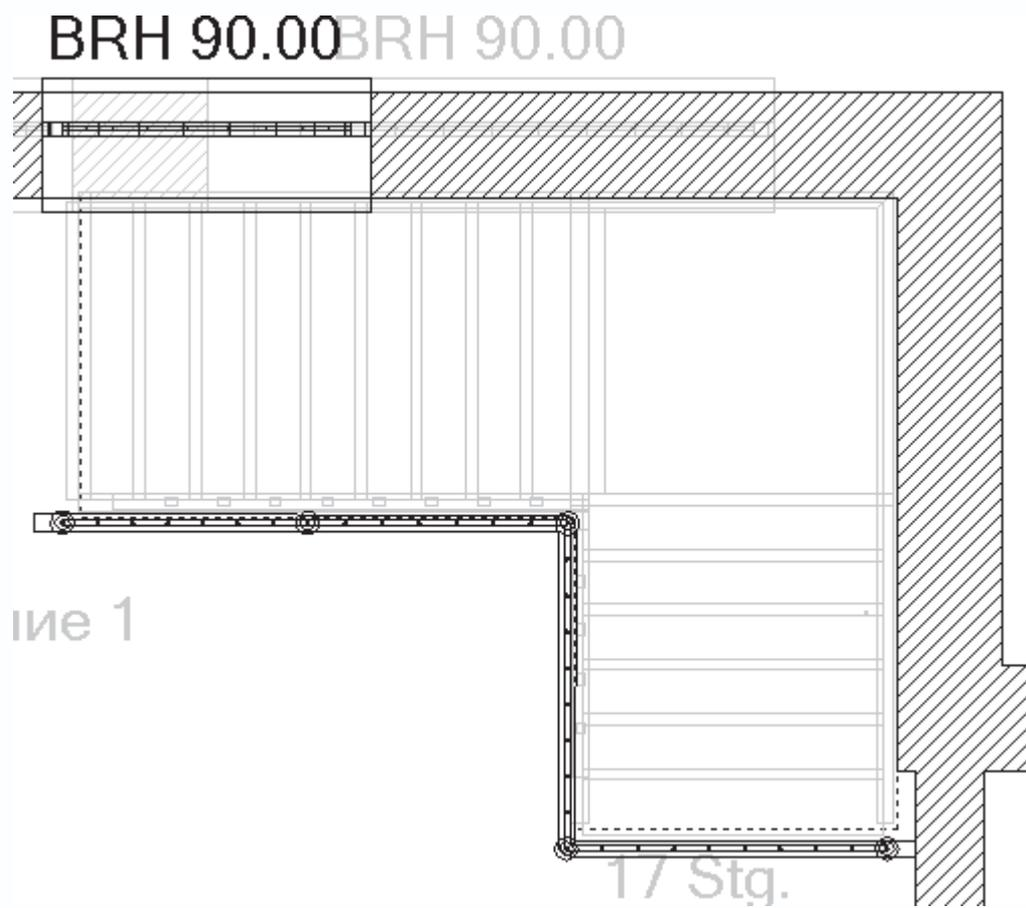

Рис. 4.22. Добавление перил к лестничному проему
3. Нажмите клавишу Esc, когда закончите указание контура перил. В появившемся окне выберите любой понравившийся вам тип перил. При желании вы также можете настроить форму и внешний вид стоек, креплений и прочих элементов перил. Для завершения построения нажмите кнопку ОК (рис. 4.22).